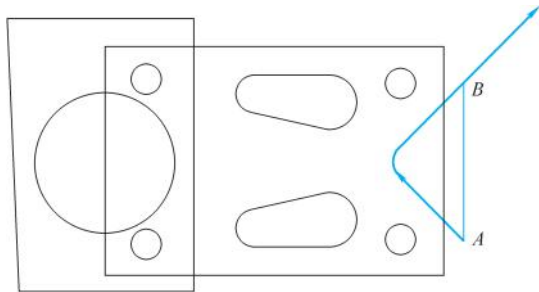

图 3-41 选择加工边界
1) 选择【刀路】/【挖槽】命令,系统弹出【线框串连】对话框,单击【部分串连】按钮,在绘图区选取零件右边轮廓线其中一直线作为部分串连的第一图素(注意箭头方向应和图3-41中A点处一致。如果发现不对,则可通过反向按钮进行调整),接着直接选择图3-41中B点处的直线作为部分串连线的终止点,结果如图3-41所示,单击【确定】按钮。